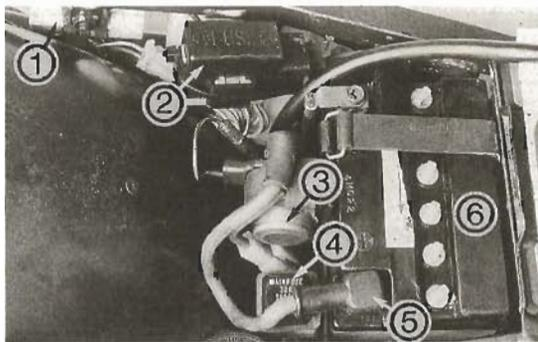

Bild 57
● Befestigungsgummi und Plusleitung ⑤ Bild 57 ausdrehen.